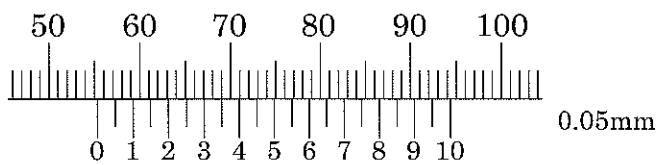

図6
(1) 次の (a) ~ (c) に適したものを選びなさい。
- ① 部品Aと部品Bを鋼板から作るのに適した方法は (a) である。
- ② 図中の●部分は溶接する位置を示している。適した溶接方法は (b) である。
- ③ この部品の材料はSUS304である。これに相当する材料名は (c) である。
(2) この部品をノギスで測定したところ、図6のようになった。このときの寸法を解答用紙の (d) 欄に、小数第2位まで記入しなさい。